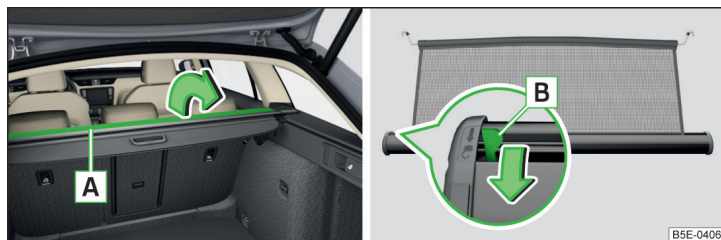

Fig. 115 Abrir la parte de la cubierta enrollable del maletero / Palanca para desbloqueo
- Abra una parte de la cubierta enrollable del maletero **A** en el sentido de la flecha » fig. 115.
- Repliegue una parte de la cubierta enrollable del maletero **A** en el sentido contrario al de la flecha » fig. 115.
- Repliegue una parte de la cubierta enrollable del maletero [A] en el sentido contrario al de la flecha » fig. 115.
Si la red de separación se bloquea al extraerla de la carcasa, presionar la palanca de desbloqueo [B] en el sentido de la flecha » fig. 115.